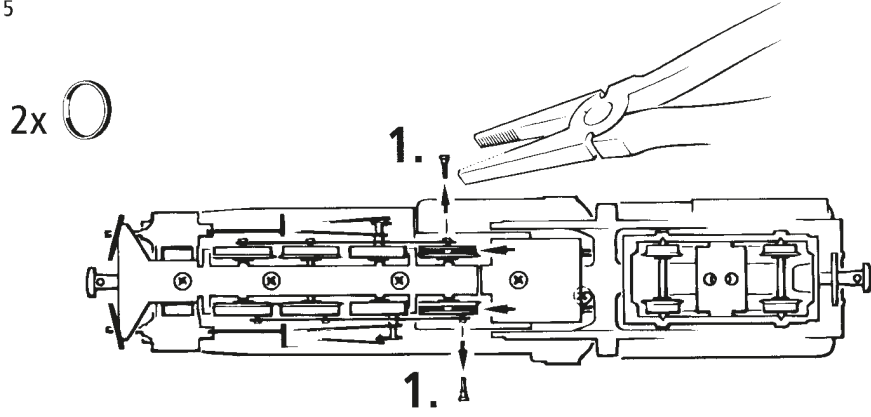

Fig. 6
4. Motorwechsel: Lokgehäuse abnehmen (Fig. 3). Danach wird der Motor ausgebaut und die Kohlebürsten ausgewechselt (Fig. 6).
4. Motor Changing: First remove loco body (fig. 3), and then the motor (fig. 6).
4. Remplacement du moteur: Démontez la caisse (voir fig. 3). Démontez ensuite le moteur (fig. 6).